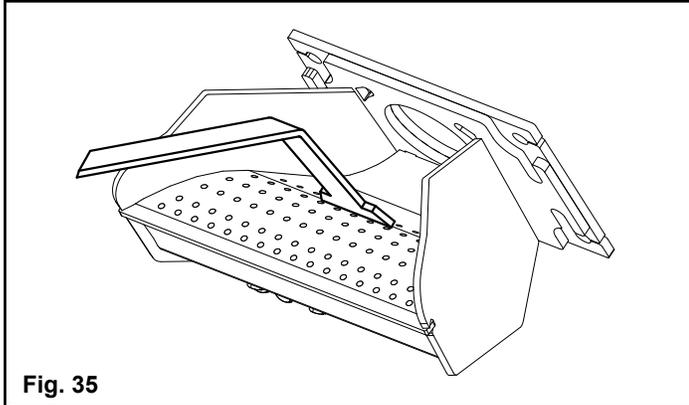

Fig. 35
1. Grattez la surface et les côtés du pot de combustion trous haut. Fig. 35. Il n'est pas nécessaire d'enlever complètement toutes les matières du pot de combustion. L'excédent sera poussé au cours de la prochaine utilisation.